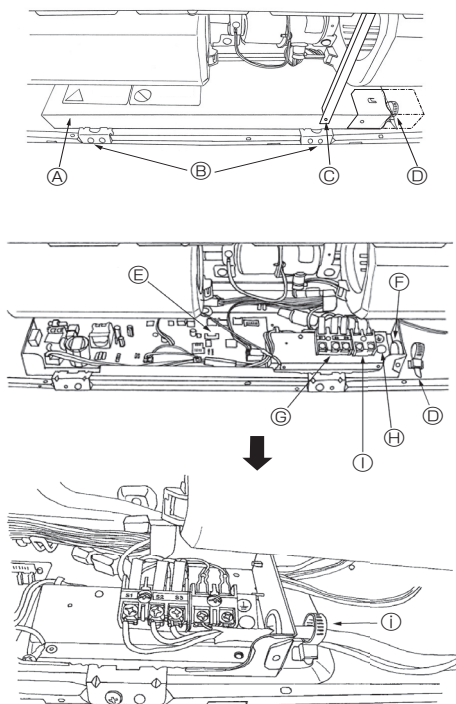

Fig. 6-1
6.1. Elektrisk ledningsopplegg (Fig. 6-1)